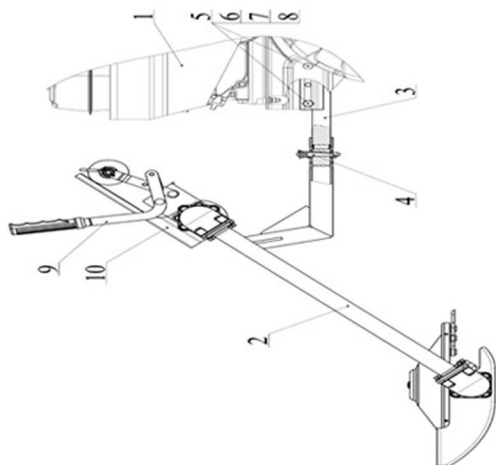

Рис.7 Установка косилки на мотоблок «Авангард».
6.5.2 Установить штырь мотоблока поз.3 согласно (Рис. 7).
6.5.3 Установить косилку на штырь 3 (Рис. 7) мотоблока и зафиксировать шплинтом 4;